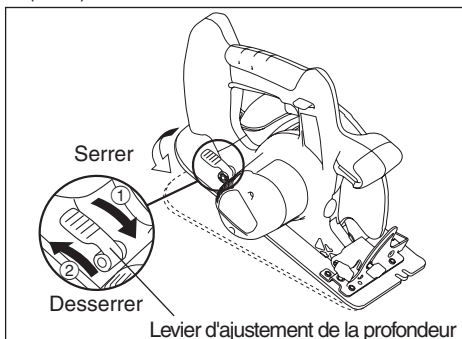

Fig. 5
- Desserrez le levier d'ajustement de la profondeur en le poussant, et ajustez la profondeur de sciage (Voir la fig. 5).